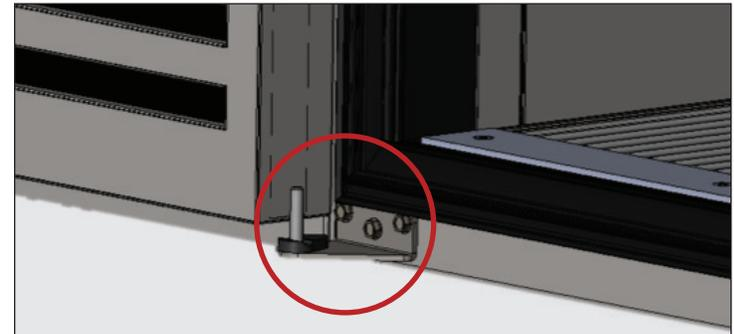

Fig. 3. Soulevez la porte de la charnière inférieure.
3. Retirez l'ensemble de charnière inférieure de l'appareil. Voir fig. 3.